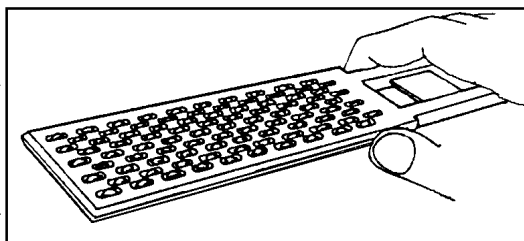

fig.11
- 1) Introducir en la semilla el «cuentagranos» (fig. 11). Al sacarlo, pasar la mano por encima de forma que quede solamente un grano por cada cavidad (100 granos en total). Repetir la operaci n 10 veces para obtener 1000 granos.